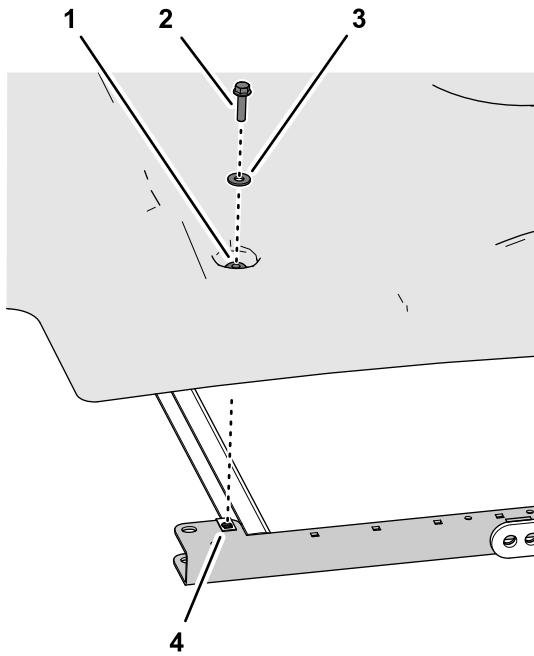

Bild 2
1. Entfernen Sie die vier Bundkopfschrauben (5/16" x 1 1/4") und die vier Scheiben (5/16"), mit denen das Sonnendach an den Seitenrahmenkanälen befestigt ist (Bild 1 und Bild 2).